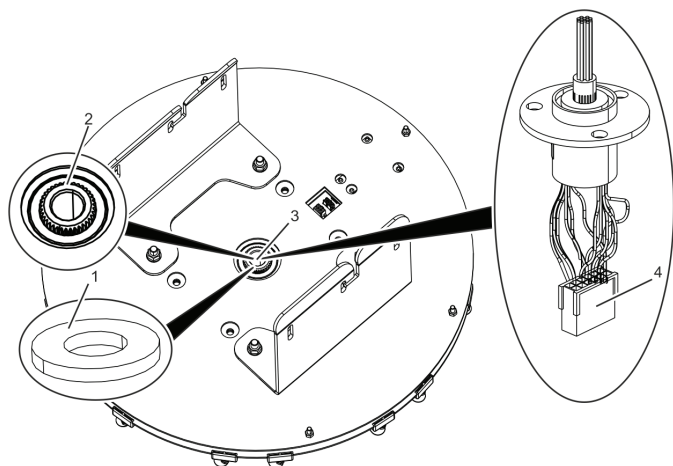

Рис. 60 Снятие зубчатого вала и токоприемника
1. Снять токоприемник (рис. 60/4) из средней части привода (рис. 60/3) через верх.
2. Снять зубчатый вал (рис. 60/2) из средней части привода (рис. 60/3) через верх.